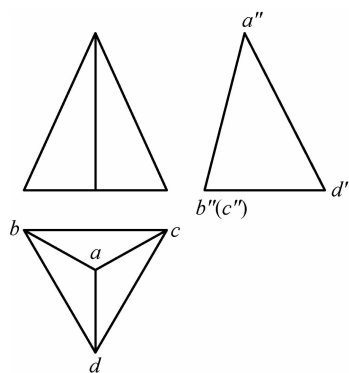

图 1-3-18
2. 已知图 1-3-18 所示正三棱锥表面点的位置,下列判断正确的有()。